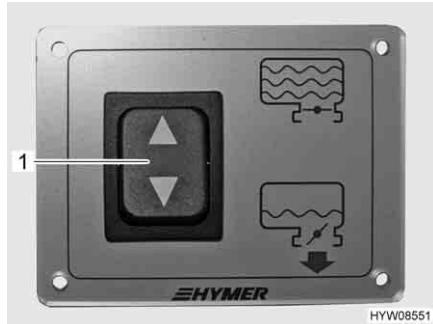

Fig. 149 Interruttore di comando per rubinetto di scarico
L'interruttore di comando (Fig. 149,1) per lo scarico delle acque grigie si trova nel garage di coda. Il tubo di scarico con collegamento per un tubo di gomma per lo scarico si trova sotto al veicolo.
- Aprire il rubinetto di scarico. A tal fine premere verso il basso l'interruttore di comando (Fig. 149,1). Le acque grigie fuoriescono.
- Dopo il deflusso completo delle acque grigie, richiudere il rubinetto di scarico. A tal fine premere verso l'alto l'interruttore di comando (Fig. 149,1).